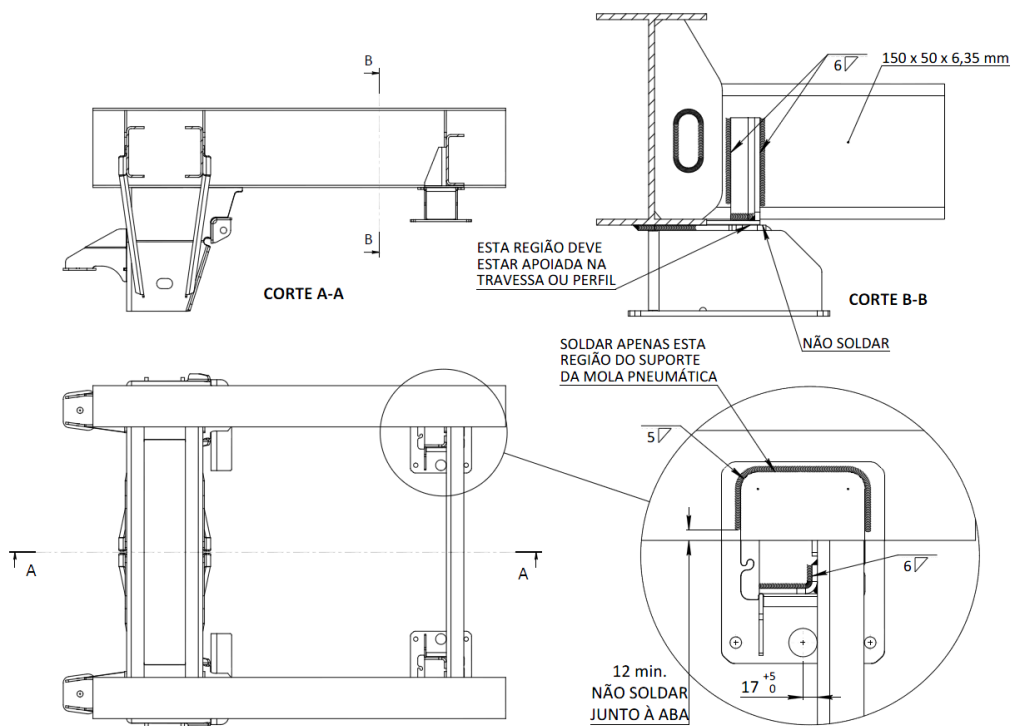

Figura 09: Solda do apoio da mola pneumática
**IMPORTANTE:** Verifique se a região interna do apoio está encostada na travessa ou em algum reforço, conforme especificado na figura 09.